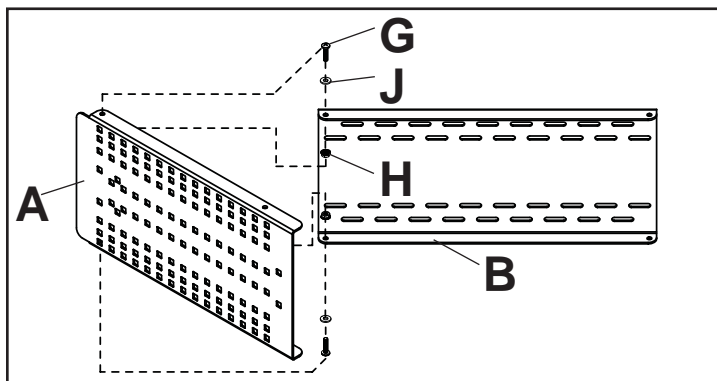
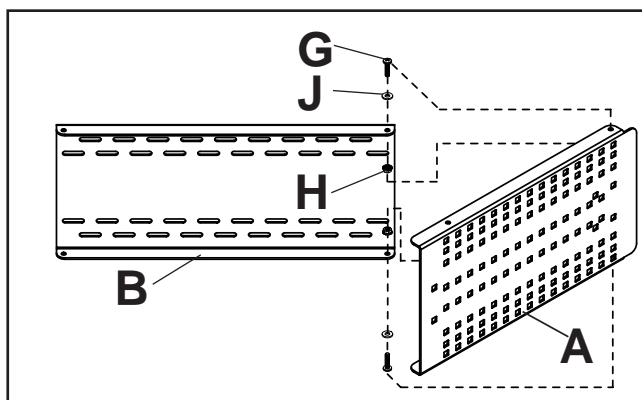

fig. 2.1
fig. 2.3
- 2 Fixez la plaque d'interconnexion (A) à la plaque murale (B) à l'aide d'une vis Phillips à tête ronde 1/4-20 x 1 po (G), d'une rondelle plate 1/4 po (J) et d'un écrou de blocage à embase crantée 1/4-20 (H) comme illustré à la fig 2.1 ou 2.2 pour les coins intérieurs ou aux fig 2.3 et 2.4 pour les coins extérieurs. Répétez l'opération pour la plaque d'interconnexion du mur opposé.